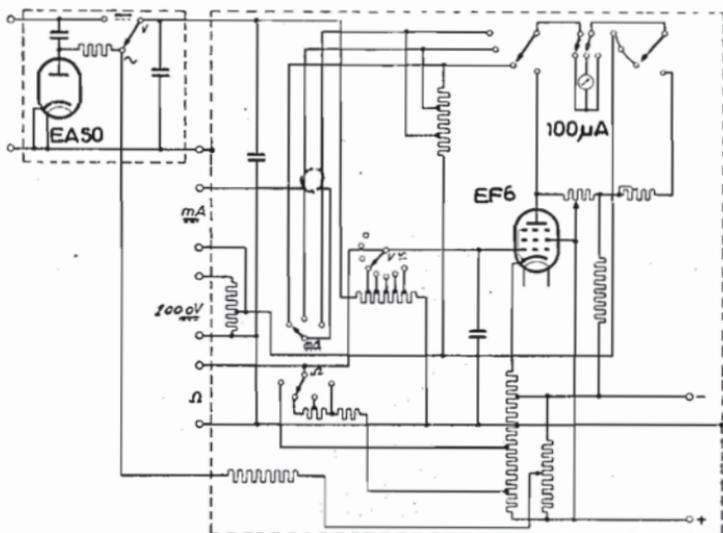

Fig. 228. — Voltmetro elettronico Philips 7635.
*Voltmetro Philips GM 7635, fig. 228.*